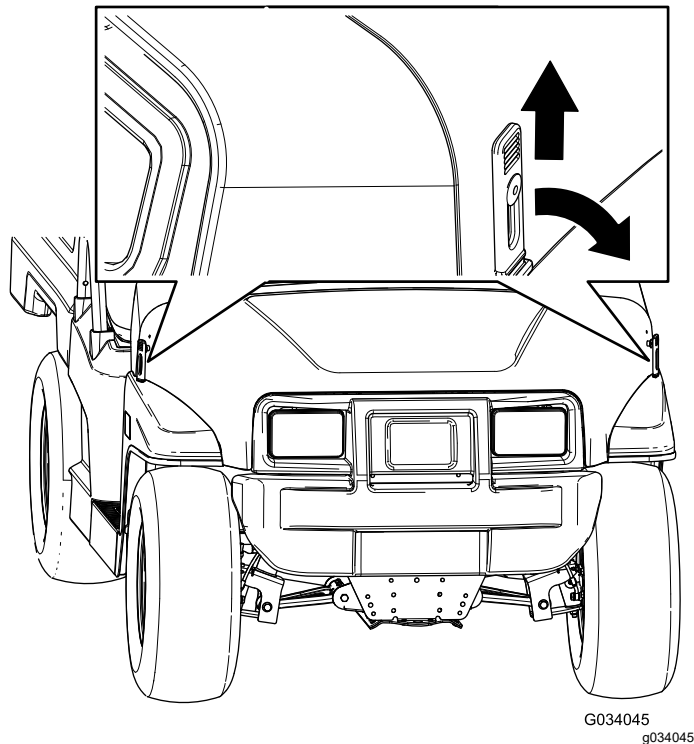

Figure 24
1. Soulevez la poignée des loquets en caoutchouc de chaque côté du capot (Figure 24).
2. Fixez le capot en alignant les loquets en caoutchouc sur les ancrages de verrouillage de chaque côté du capot (Figure 24).